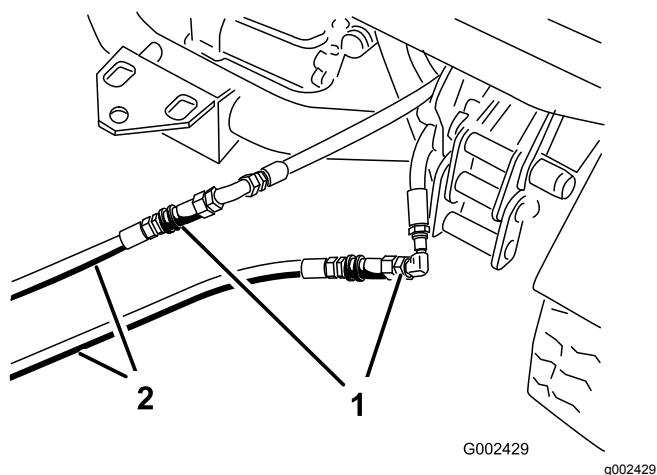

**Рисунок 83**
2. На обоих автомобилях отсоедините по два шланга быстроразъемных муфт от шлангов, прикрепленных к кронштейнам муфт (Рисунок 83).